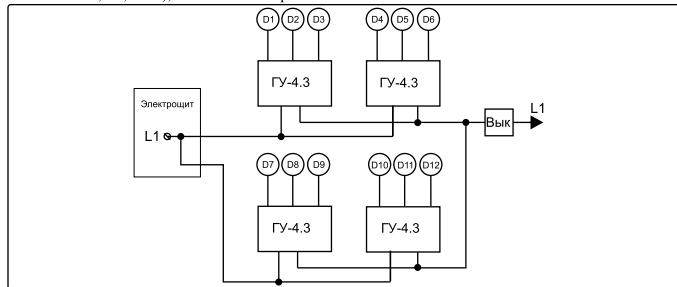

Рисунок 4. Разделение на две группы по питанию.
- Подключить питающую сеть к каждой группе отдельным кабелем (с поперечным сечением жилы не менее 1,5–2,5 мм2), как показано на рис. 4.